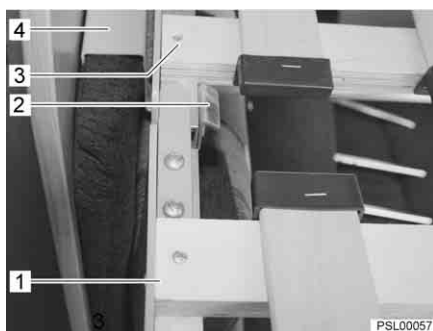

Fig. 39 Prolunghe del cassone letto estratte
- Estrarre completamente la prolunga del cassone letto sul sedile del conducente (Fig. 39,3) ed inserirla nella sede (Fig. 39,4) sullo schienale.
- Estrarre completamente la prolunga del cassone letto sul lato del passeggero (Fig. 39,1) e agganciarla nel supporto (Fig. 39,2) alla prolunga del cassone letto del lato conducente (Fig. 39).